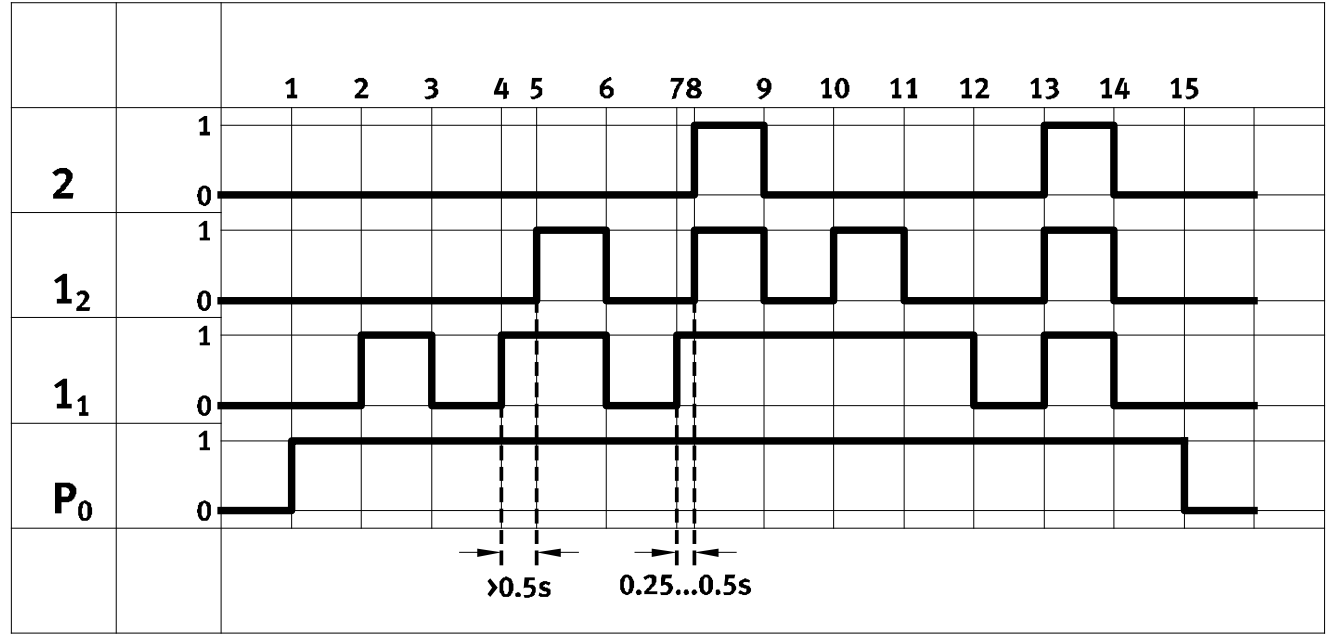

Fig. 5 Funktionstest, Schritt 1 bis 15
- 2. Beaufschlagen Sie die Eingänge 1₁ und 1₂ schrittweise mit Druck, wie in Fig. 5 dargestellt.
- 3. Prüfen Sie bei jedem Schritt, ob sich der Ausgang 2 verhält, wie in in Fig. 5 dargestellt.